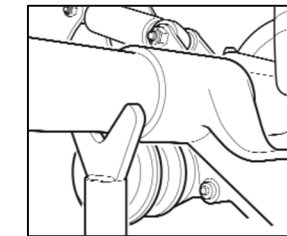

Fig.4
**AVVERTENZA:** Assicurarsi che i supporti dell'asse siano ben sicuri durante questa operazione, in quanto l'asse potrebbe muoversi all'indietro durante il movimento ad arco (Fig. 4).